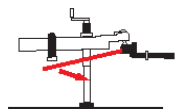

Figure 34
5. Une fois la tension sur les barres de torsion enlevée, retirez les goupilles en L des bras et glissez les bras de torsion du support en L. (Figure 34)